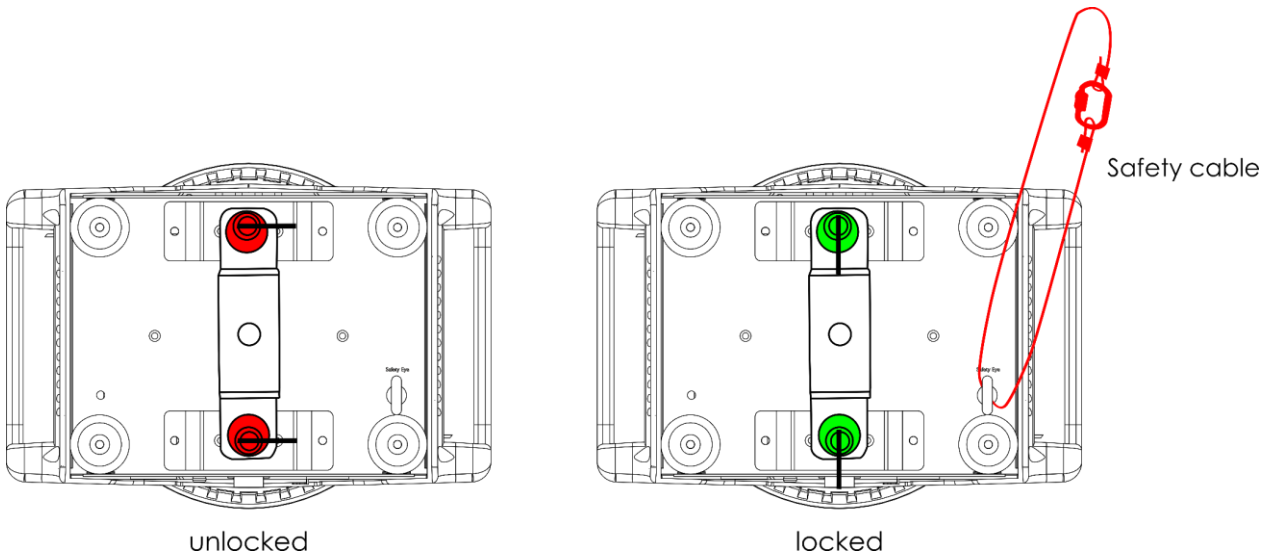

Fig. 10
- 02) Bevestig de met het apparaat meegeleverde snelsluitbeugel op de **bevestigingsgaten voor de snelsluitbeugel (11)**, zoals getoond in Fig. 10.
- 04) Zet het apparaat vast met een secundaire ophanging, bijvoorbeeld een veiligheidskabel. Zorg ervoor dat de secundaire ophanging 10 keer het gewicht van het apparaat kan dragen. Indien mogelijk moet de secundaire ophanging worden bevestigd aan een draagconstructie die onafhankelijk is van de primaire ophanging. Steek de veiligheidskabel door het veiligheidsoog zoals getoond in Fig. 10.